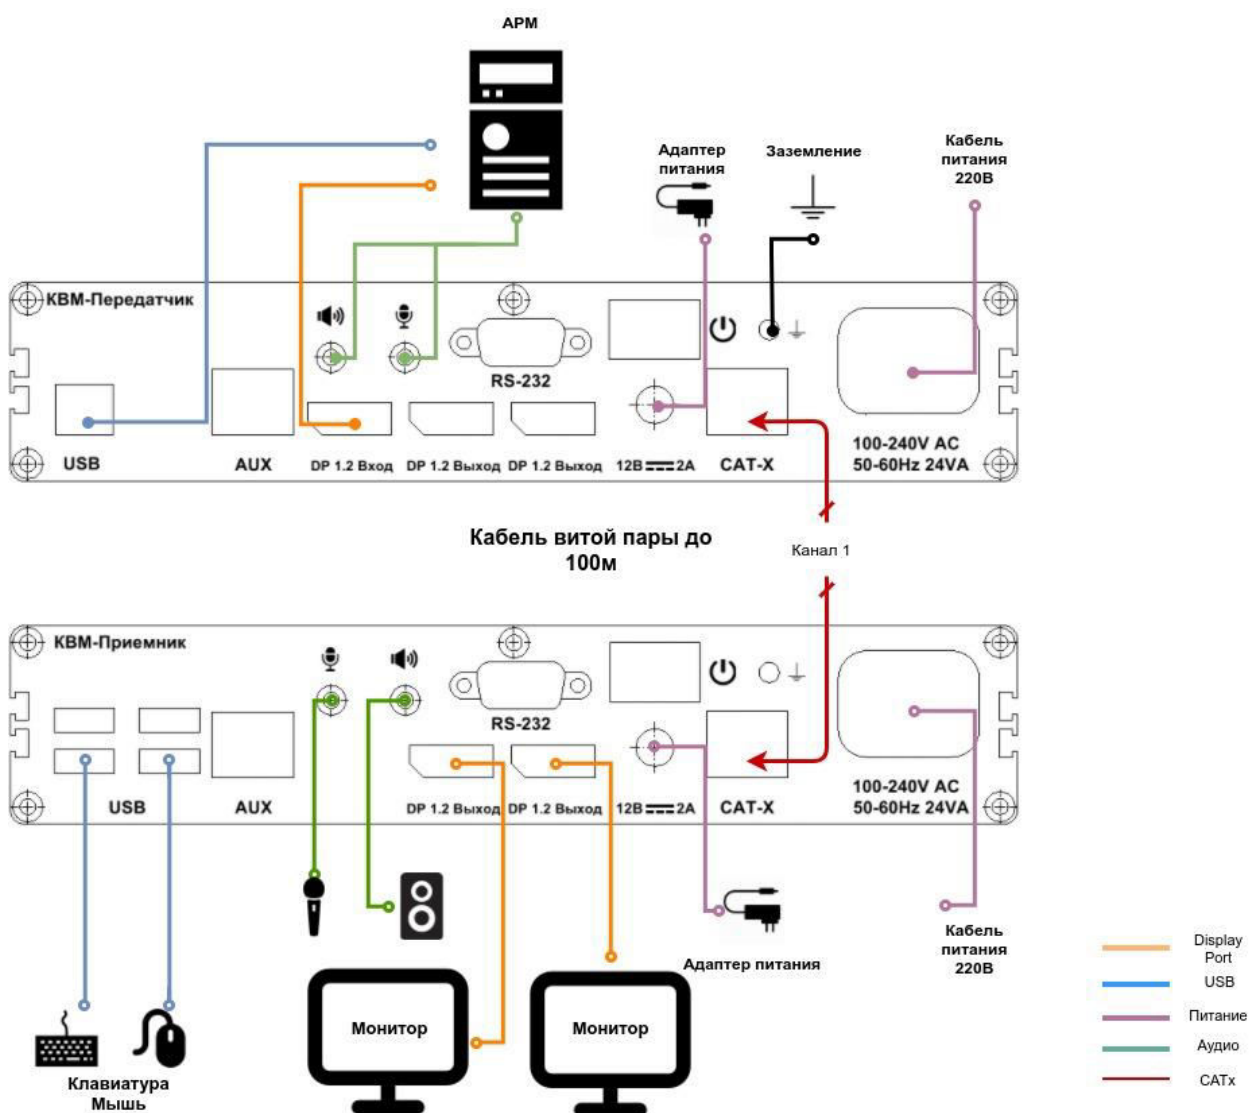

Рис. 2. Схема подключения кабелей
2. Подключите необходимые кабели (USB, Audio, RS232, Video) к разъемам приемника и передатчика согласно «Схеме подключения» (*рис.2*).
Подключите все кабели от компьютера и мониторов к Изделию, как это показано на следующей схеме (рис. 2). Соедините приемник и передатчик оптоволоконным кабелем.